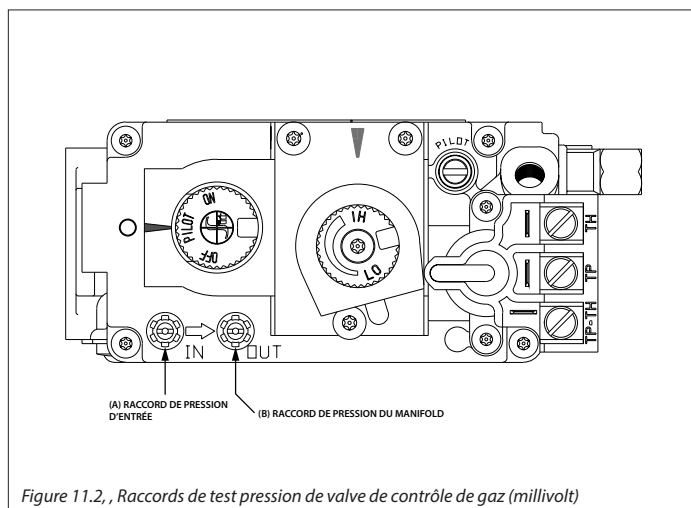

Figure 11.2, Raccords de test pression de valve de contrôle de gaz (millivolt)
1. Desserrer la vis du raccord de test de pression d'entrée («IN») en sens antihoraire. Voir (A) à la Figure 11.2.
8. Débrancher le tube (manomètre) et serrer (sens horaire) la vis du raccord de pression d'entrée (IN). Serrer la vis juste assez; pas trop!
9. Rallumer la veilleuse et tourner le bouton de réglage de gaz à «ON». Rebrancher le manomètre au raccord de test de pression d'entrée (A) pour vérifier qu'il est complètement étanche. Le manomètre ne devrait indiquer aucune pression.
2. Desserrer la vis du raccord de test de pression du manifold («OUT») en sens antihoraire. Voir (B) à la Figure 11.2.
7. Brancher le manomètre au raccord de test de pression du manifold (B) pour vérifier qu'il est complètement étanche. Le manomètre ne devrait indiquer aucune pression lorsque l'interrupteur à bascule est positionné à «ON».